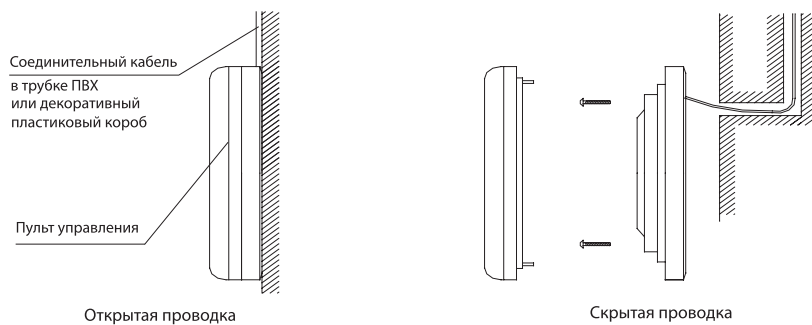

Рис. 8.12 Варианты размещения кабеля подключения пульта управления.
- Пульт управления установить в соответствии с рис. 8.12.